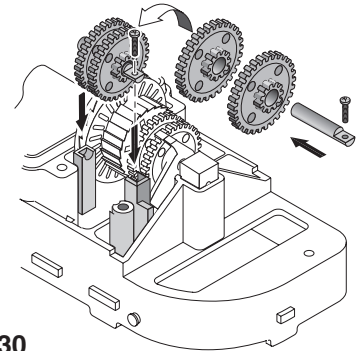

Figure 30
4. Reposer l'arbre court à pignons, la vis de pression et les deux pignons (**Figure 30**). Les pignons et la vis de pression de l'arbre se posent par le côté extrémité du nettoyeur - à l'opposé de la boîte de l'oscillateur. S'assurer que les pignons s'engrènent avec ceux de l'arbre long.